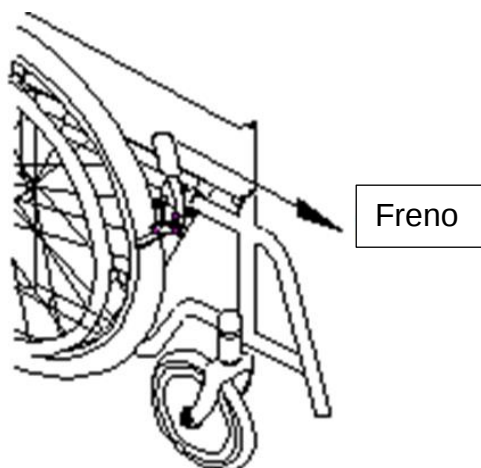

Figura 3
- Hay frenos en ambos lados del asiento. Asegúrese de utilizar los frenos para estacionar la silla de ruedas cuando esté estacionada. (Ver figura 3)